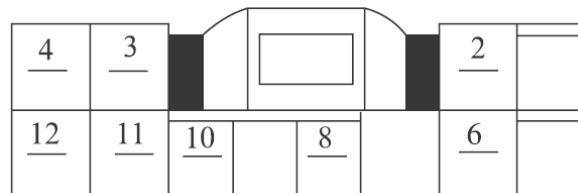

Рис. 342
- Проверьте рабочее состояние контактов кабеля.(рис. 342)